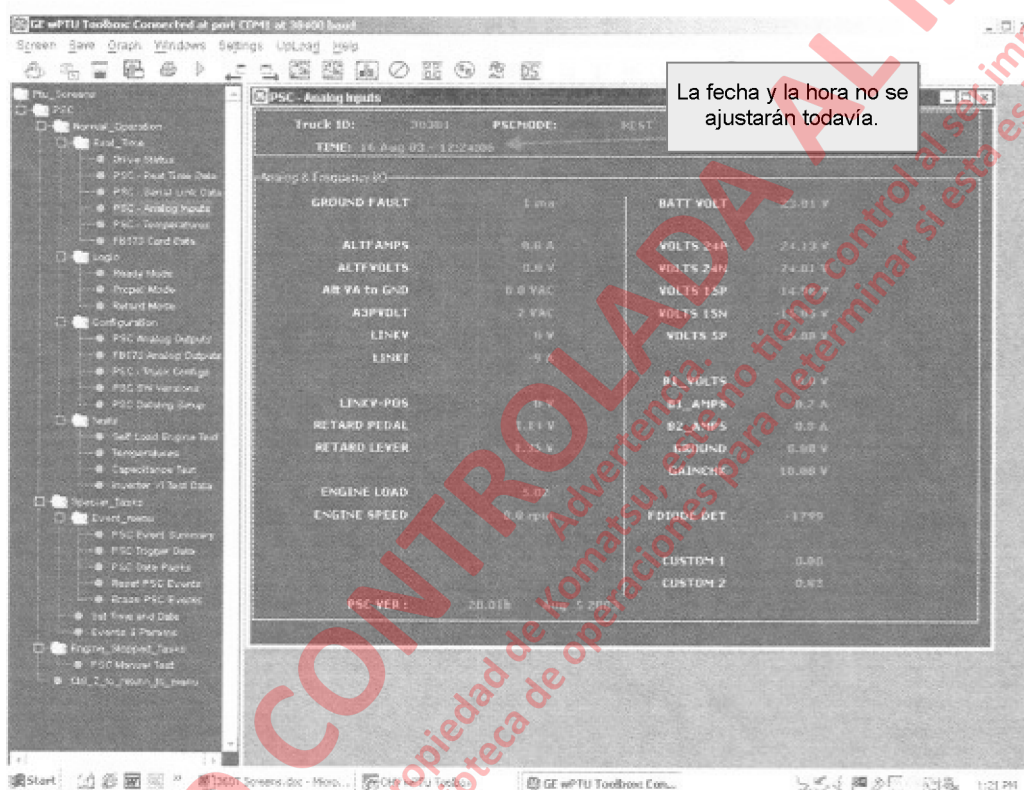

FIGURA 3-5. PANTALLA DE ENTRADAS ANÁLOGAS DEL PSC
- Compruebe que los valores análogos y digitales sean similares al ejemplo en la Figura 3-5.
- Compruebe que los valores de temperatura sean similares al ejemplo en la Figura 3-5.